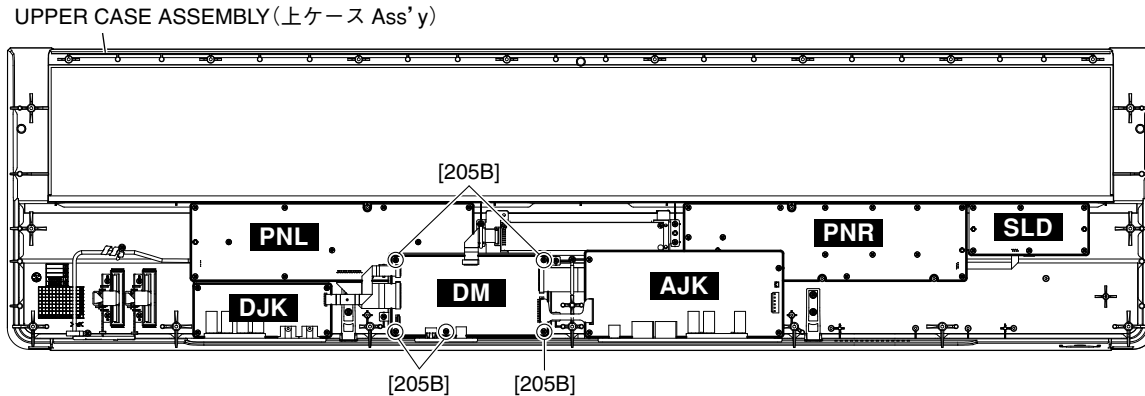

Fig. 5 (図 5)
- 6-2. Remove the five (5) screws marked [205B]. The DM circuit board can then be removed. (Fig. 5)
- 6-2. [205B] のネジ 5 本を外して、DM シートを外します。(図 5)